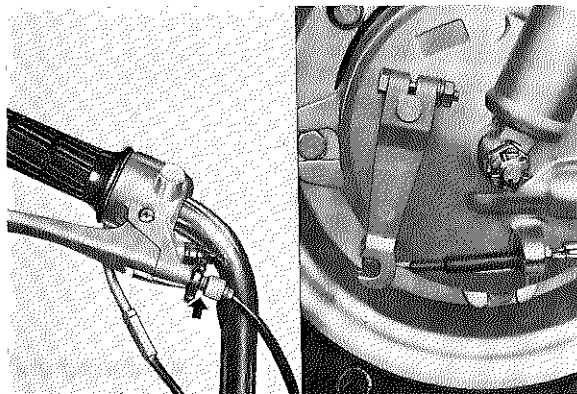

Fig. 2-4-2
- a. Loosen the adjuster locknut (2).
- b. Turn the adjuster (1) in or out until adjustment is suitable.
- c. Tighten the adjuster locknut (2). (Fig. 2-4-2)
- a. Desserrer l'écrou de blocage (2) de la vis de réglage.
- b. Tourner la vis de réglage (1) de manière à obtenir un jeu adéquat.
- c. Resserrer l'écrou de blocage (2) (Fig. 2-4-2)
- a. Sicherungsmutter (2) des Seileinstellers lösen.
- b. Seileinsteller (1) ein- oder ausschrauben, bis das gewünschte Spiel erreicht ist.
- c. Sicherungsmutter (2) wieder festziehen. (Fig. 2-4-2)